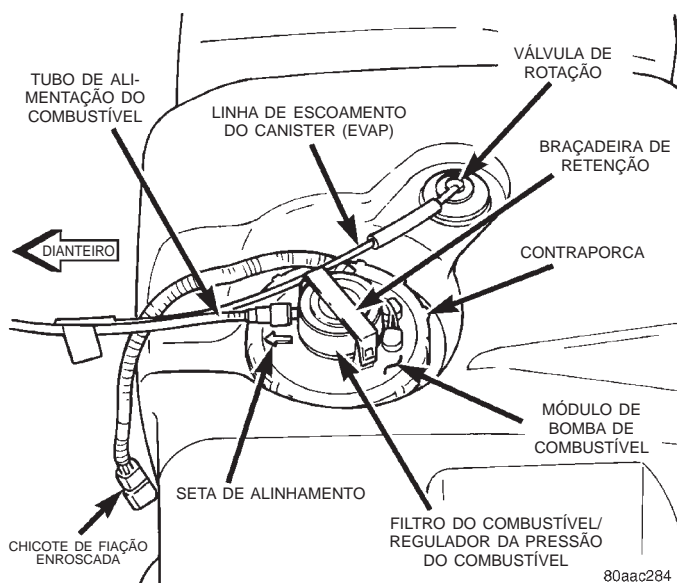
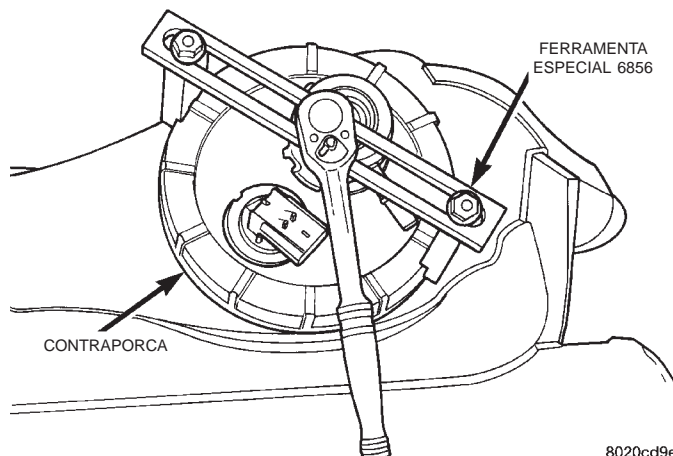

Fig. 25 Vista Superior do Reservatório de Combustível e do Módulo de Bomba de Combustível
Fig. 26 Remoção/Instalação da Contraporca—Típica
(1) Drene o reservatório de combustível e retire-o. Consulte a seção “Remoção/Instalação do Reservatório de Combustível”, neste grupo.
(2) Lave e limpe toda a área ao redor do módulo de bomba para impedir que contaminadores entrem no reservatório.
(3) Desconecte a linha de combustível ao filtro/regulador. Consulte “Encaixes de Conexão Rápida”, neste grupo, para obter informações sobre os procedimentos.
(4) A contraporca de plástico do módulo de bomba de combustível é rosqueada no reservatório de combustível (Fig. 25). Instale a Ferramenta Especial 6856 na contraporca do módulo de bomba de combustível e retire a contraporca (Fig. 26). O módulo de bomba de combustível irá se levantar quando a contraporca for retirada.
(5) Retire o módulo do reservatório de combustível.
(1) Utilizando uma gaxeta nova, coloque o módulo de bomba de combustível na abertura do reservatório de combustível.
(2) Coloque a contraporca sobre a parte superior do módulo de bomba de combustível.
(3) Gire o módulo até que a seta emoldurada (Fig. 25) esteja apontando em direção à parte dianteira do veículo (posição de “meio-dia” do relógio). Esta etapa deve ser executada para impedir que o conjunto da bóia/vareta da bóia entre em contato com as laterais do reservatório de combustível.
(4) Instale a Ferramenta Especial 6856 na contraporca.
(5) Aperte a contraporca, aplicando um torque de 62 N·m (45 pés-lb.).
(6) Gire o filtro do combustível/regulador de pressão do combustível até que o encaixe esteja apontando em direção à parte dianteira do veículo (posição de “meio-dia” do relógio).